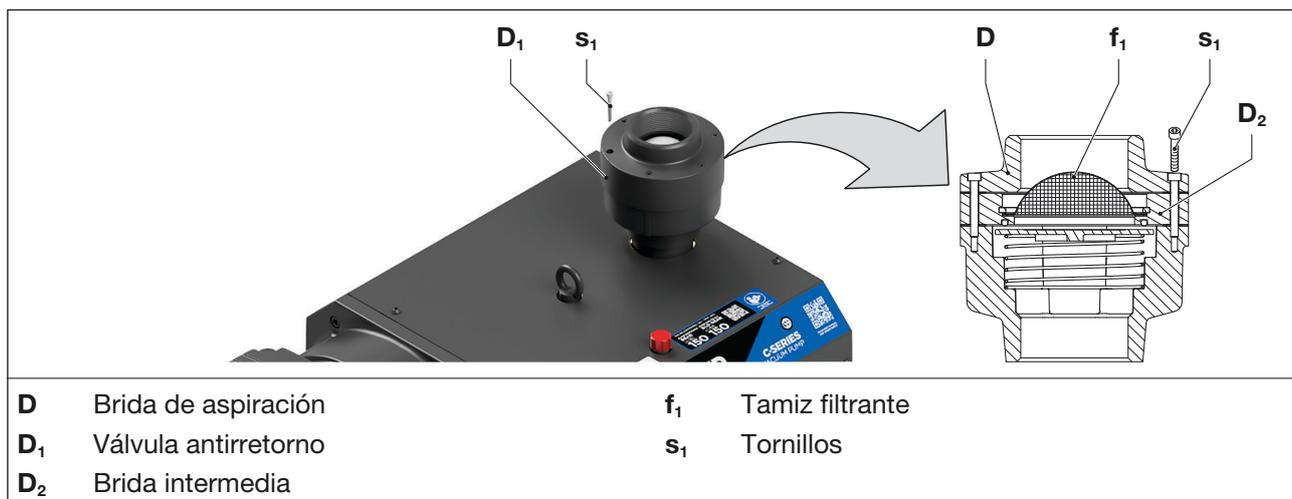

Fig. 6 Tamiz filtrante
- Retirar la brida de aspiración (Fig. 6/D) tras aflojar los tornillos (Fig. 6/s₁).
- Retirar la brida intermedia (Fig. 6/D₂) con el tamiz filtrante (Fig. 6/f₁).
- Limpie el filtro de tamiz (fig. 6/f₁). Compruebe también si la válvula de retención (fig. 6/D₁) está sucia y límpiela si es necesario.
- e) Vuelva a montar la brida intermedia (fig. 6/D₂) con el filtro colador (fig. 6/f₁) y la brida de aspiración (fig. 6/D) y apriete los tornillos (fig. 6/s₁). Par de apriete: 10 Nm.